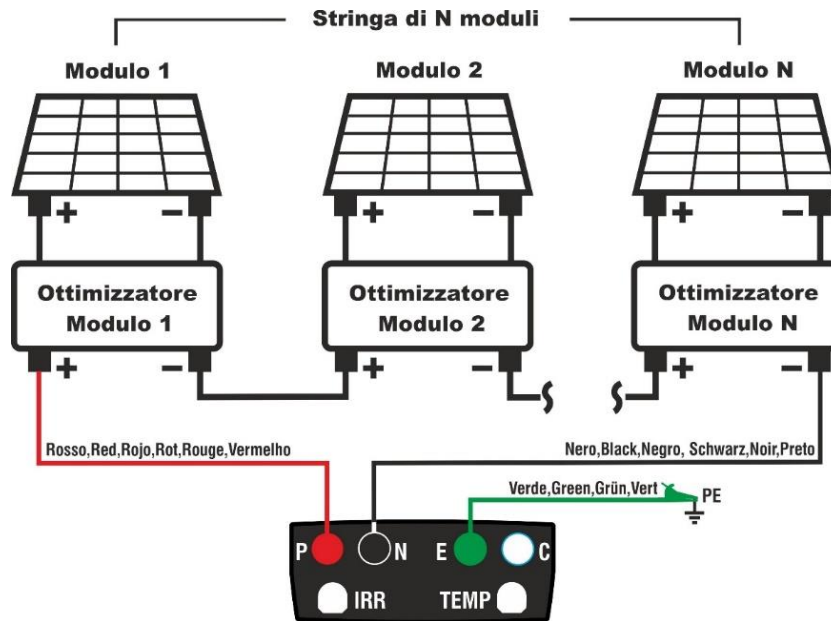

Fig. 10: Collegamento dello strumento per misura di isolamento con ottimizzatori
5. Collegare lo strumento all'uscita della serie di ottimizzatori associati alla stringa in prova come mostrato in Fig. 10. In particolare, collegare il polo Positivo in uscita dal **primo ottimizzatore** al terminale P, il polo Negativo in uscita **dall'ultimo ottimizzatore** al terminale N e il terminale E al nodo principale di terra dell'impianto
4. Collegare lo strumento all'uscita della serie di ottimizzatori associati alla stringa in prova come mostrato in Fig. 10. In particolare, collegare il polo Positivo in uscita dal **primo ottimizzatore** al terminale P, il polo Negativo in uscita **dall'ultimo ottimizzatore** al terminale N e il terminale E al nodo principale di terra dell'impianto